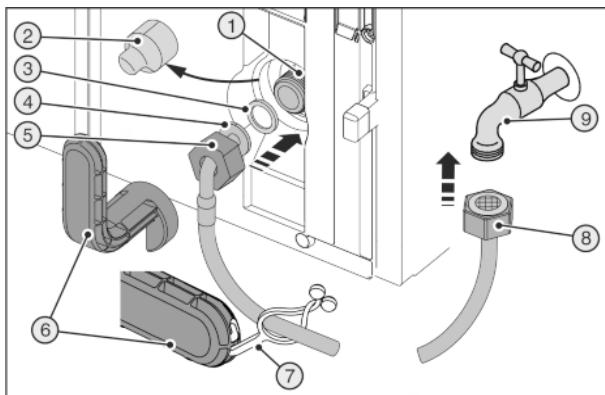
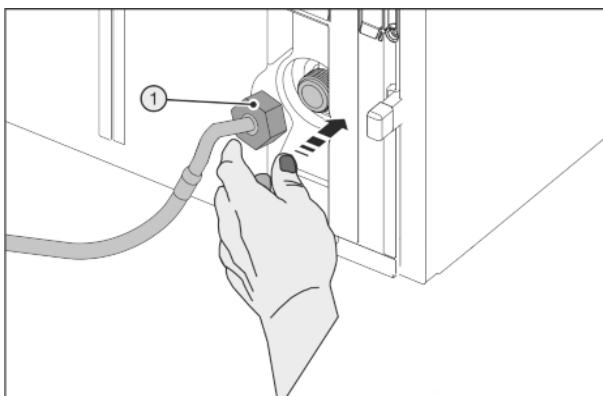

Fig. 45
Fig. 46
Сломанный вспомогательный инструмент Fig. 45 (6)!
- Вспомогательный инструмент Fig. 45 (6) использовать только при комнатной температуре.
- Снять крышку Fig. 45 (2).
- Облегченный монтаж: Выложить прямой конец шланга Fig. 45 (8) влево на землю.
- До конца сдвинуть гайку Fig. 45 (5) через конец шланга в виде угла Fig. 45 (4) и удерживать.
- Смочить уплотнение Fig. 45 (3) и вдавить в гайку Fig. 45 (5).
- Уплотнение Fig. 45 (3) прилегает и слегка поддерживается.
- Осторожно одеть гайку Fig. 46 (1) и накрутить на резьбу двумя пальцами до обеспечения надежной посадки.
- Затяните гайку Fig. 46 (1) с помощью вспомогательного инструмента Fig. 45 (6) по часовой стрелке, пока не будет достигнут максимальный момент затяжки и вспомогательный инструмент Fig. 45 (6) начнет прокручиваться.
- Навинтить гайку Fig. 45 (8) на запорный кран Fig. 45 (9).
- Затяните гайку Fig. 45 (8) с помощью вспомогательного инструмента Fig. 45 (6) по часовой стрелке, пока не будет достигнут максимальный момент затяжки и вспомогательный инструмент Fig. 45 (6) начнет прокручиваться.
- Откройте запорный кран Fig. 45 (9) системы подвода воды и проверьте герметичность всей водяной системы.
- Зацепить накладку Fig. 45 (7) в вспомогательном инструменте Fig. 45 (6) и для хранения закрепить на шланге из высококачественной стали.